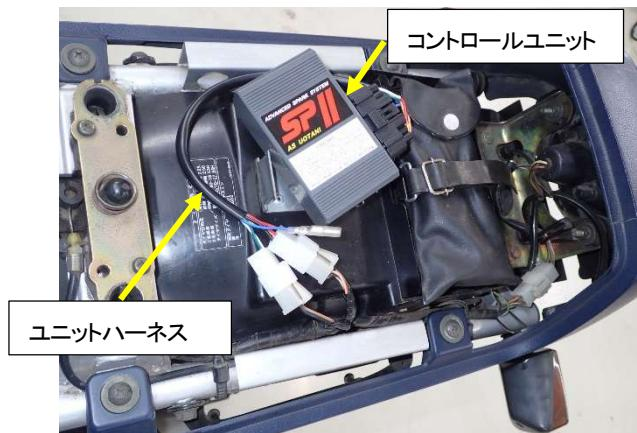

図2
- ②外したコネクタへ、SP2 ユニットハーネスを使用して SP2 コントロールユニットを接続して下さい(図2)。
- ④ガソリンタンクを外しノーマルイグニッションコイルを取外して下さい。
- ⑤8ページ「プラグコードコネクタ装着方法」に従ってプラグコードを SP2 コイルに装着して下さい。プラグコード／キャップはリーク防止の為、新品又は良品を使用して下さい。
- ⑥SP2 コイルを、6 * 25mmボルト、6 * 10スペーサを使用し、位置を調整して取り付けて下さい(図2、3)。